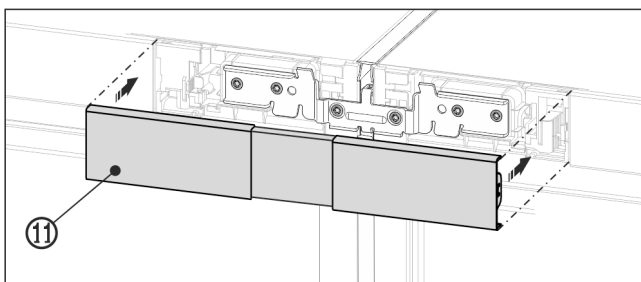

Fig. 25 例图
- ▶ 将上盖板 Fig. 25 (11) 卡紧在两块操作板中间空位处。注意，盖板外侧必须与操作板平整连接。